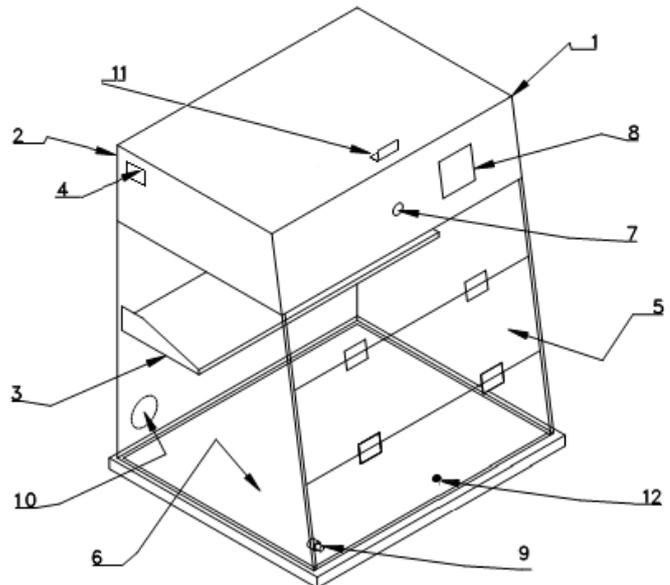
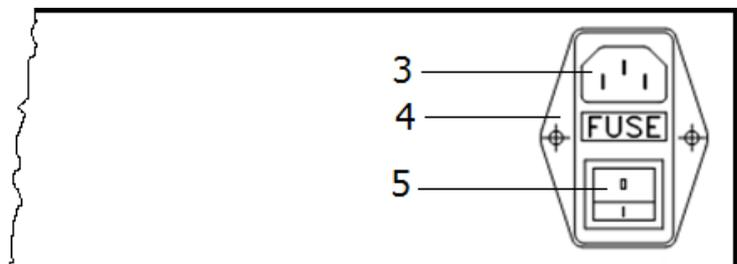

Fig. 4
Fig. 6
1. Accendere la cabina tramite l'interruttore generale (Fig. 6) situato sul lato destro della vista posteriore del pannello comandi (Fig. 4).
1. Spegnerla cabina tramite l'interruttore generale (Fig. 6) situato sul lato destro della vista posteriore del pannello comandi (Fig. 4).